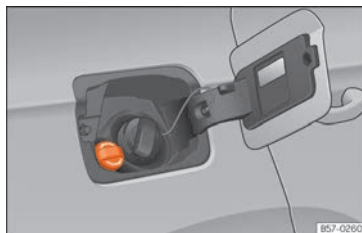

Fig. 188 Tapón de la boca de llenado del depósito de AdBlue®.
- Abra la tapa del depósito »» **fig. 188**.
- Gire el tapón de cierre de la boca de llenado de SCR hacia la izquierda »» fig. 188.